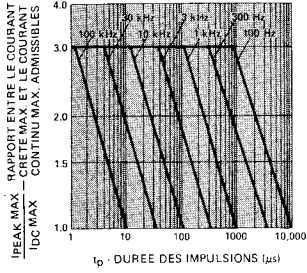

FIGURE 5 – Courant crête max. admissible en fonction de la durée des impulsions ($I_{DC MAX}$ relevé dans les valeurs limites)
- Se reporter à la figure 5 pour établir les conditions de fonctionnement en impulsions